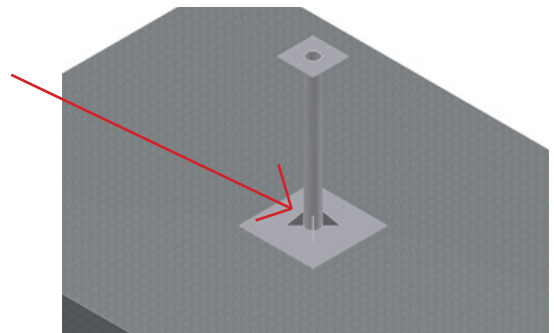

Figur 6
- Skruva fast fästplattan och för sen ner stativröret, figur 6 och 7.